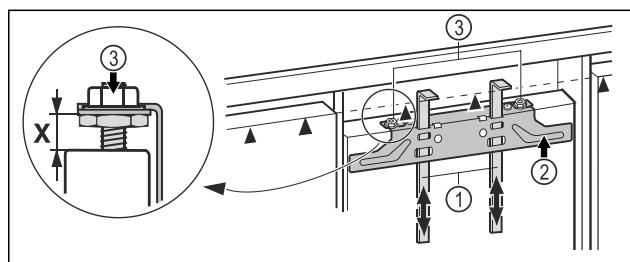

Fig. 19
- Montagehilfen Fig. 19 (1) auf Möbeltürhöhe hochschieben. Untere Anschlagskante ▲ der Montagehilfe = Oberkante der zu montierenden Möbeltür.
- Befestigungstraverse Fig. 19 (2) über die Kontermuttern Fig. 19 (3) abschrauben.